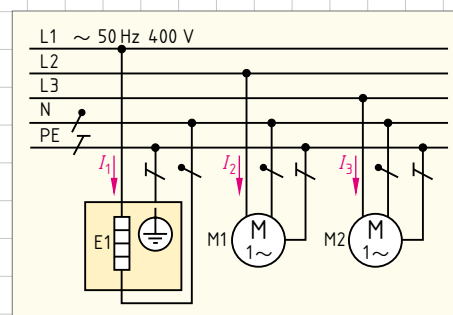

Bild 2: Wechselstromverbraucher am Drehstromnetz
- In der Reparaturabteilung des Elektrofachbetriebes sind folgende Wechselstromverbraucher am Drehstromnetz angeschlossen (► Bild 2):